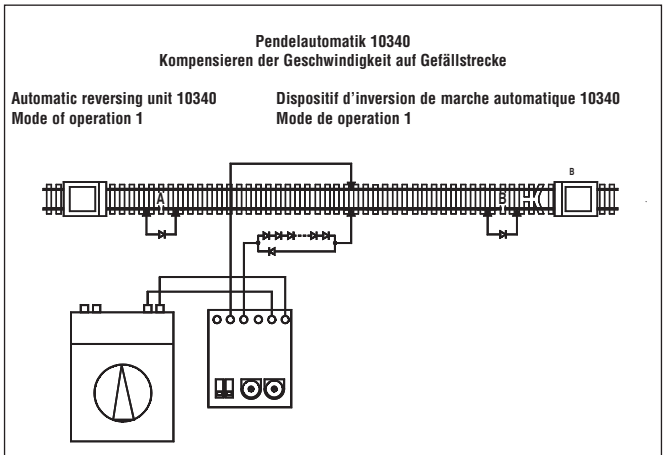

Abb. 5
1. Installer un rail de coupure supplémentaire (par exemple, un 10153) entre les rails de coupure originaux (figure 5).